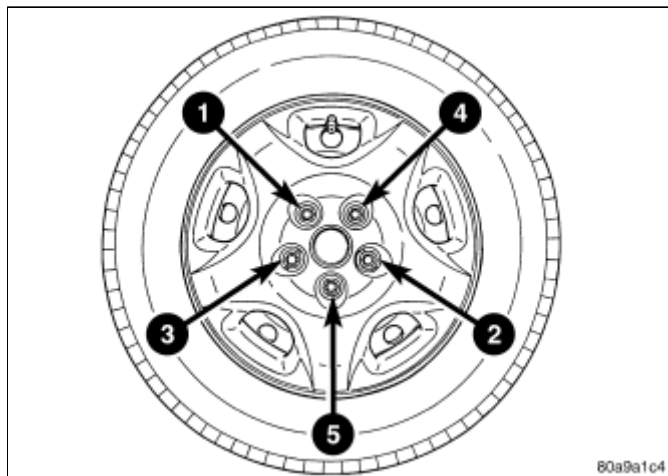

图 3 螺母紧固顺序
5. 按照恰当的顺序，逐渐紧固所有的五个车轮安装螺母(图 3)。 紧固车轮螺母至扭矩135 N·m（100 ft. lbs.）。